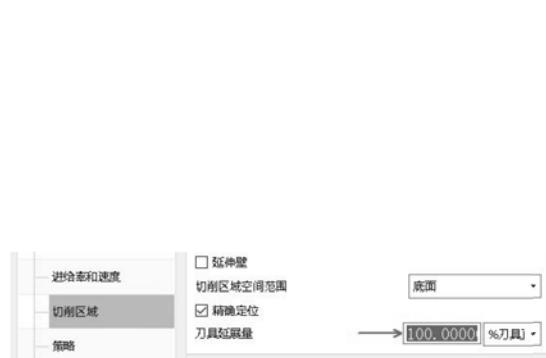

图 3-40 设置刀具延展量
- (8) 设置刀具延展量，如图 3-40 所示。
- (9) 设置进刀方式为线性，再设置其他的层间抬刀参数，完成整个刀轨的创建，如